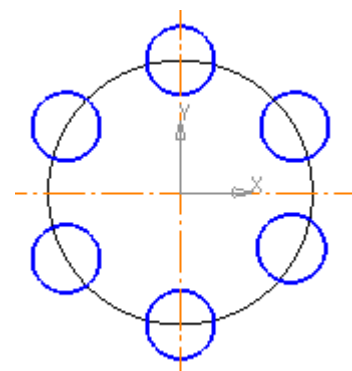

Рис. 9
- эскиз отверстий облегчения в плоскости диска колеса (рис. 9).